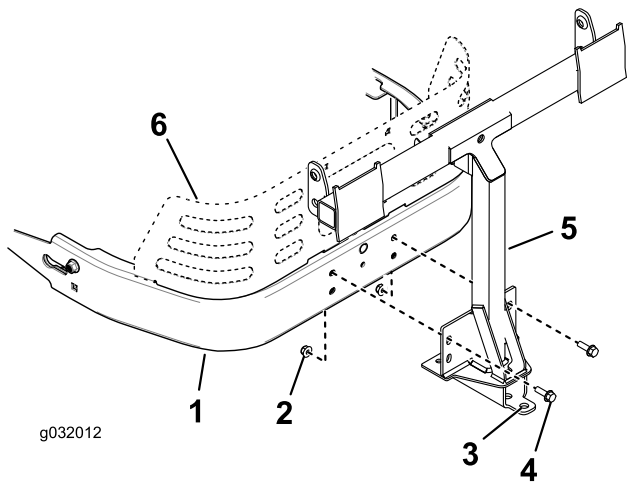

Bild 6
1. Befestigen Sie den Drehrahmen an der Maschine, wie in Bild 6 abgebildet. Befestigen Sie den Drehrahmen mit zwei Schrauben (5/16" x 1") und zwei Sicherungsmuttern (5/16") am Maschinenrahmen.